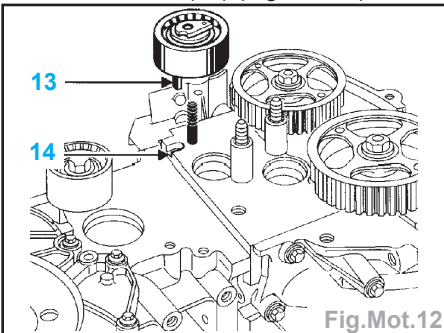

Fig.Mot.12
- Positionner l'ergot (**13**) du galet tendeur dans la rainure (**14**) (Fig.Mot.12).